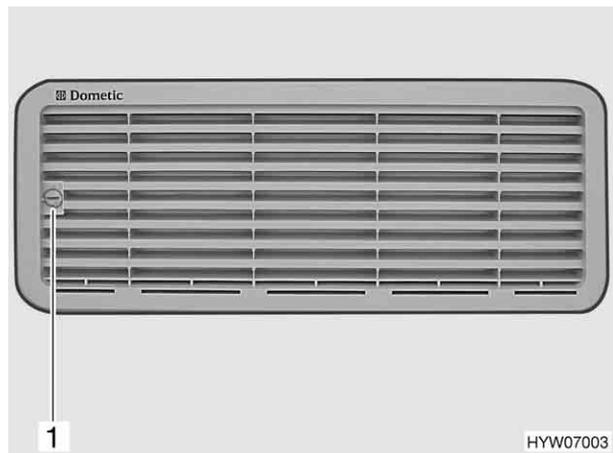

Bild 119 Kühlschrank-Lüftungsgitter (Variante 2)
- Schraube (Bild 119,1) mit Hilfe einer Münze eine viertel Umdrehung drehen.